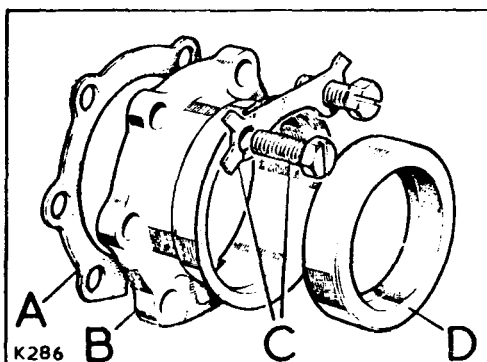

Fig. E1-55.- Retén del sellado de aceite.
- 5.08.- Impregnar el diámetro exterior del retén de aceite con compuesto para juntas y montarlo en el porta-retén con el labio hacia el interior. (Fig. E1-55).